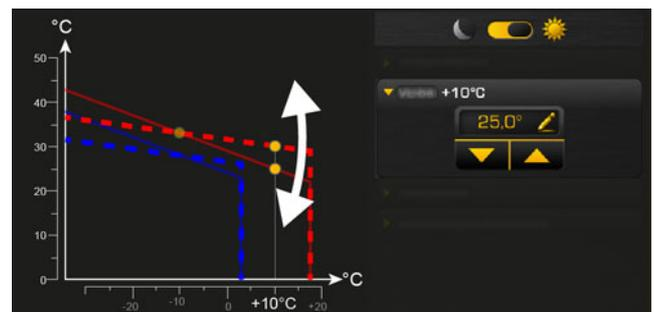

Fig. 6-99: Ajustement de la courbe de chauffage (en cas de températures extérieures supérieures au point de gel)
- Si, en mode de chauffe (au sein des temps de chauffage), les pièces sont toujours trop chaudes ou trop froides, il faut réajuster la courbe de chauffage. Voir chapitre Fig. 6-99: "Ajustement de la courbe de chauffage \(en cas de températures extérieures supérieures au point de gel\)".